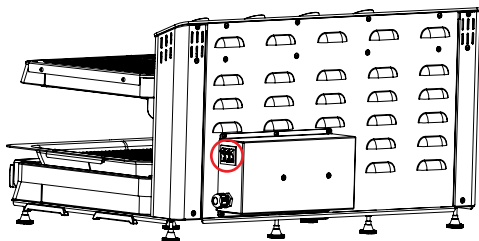
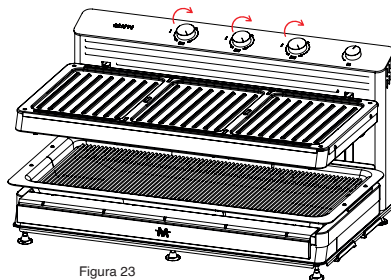

Figura 22
Figura 23
- Si su producto no funciona después de enchufarlo a la toma de corriente, asegúrese de que los interruptores de encendido/apagado (I) estén en la posición.
- Si el interruptor de encendido/apagado (I) está en la posición (figura 22), aumente la potencia del regulador de potencia (figura 23). Si el producto sigue sin funcionar, asegúrese de que la bandeja móvil esté correctamente colocada en el producto.